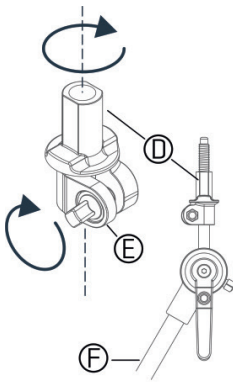

Figure 1
- 5 Pour garantir l'appui adéquat du support de cymbale (D), serrez la vis (E) comme sur la *Figure 1*.
- 6 Vissez le feutre et l'écrou papillon (A) sur le bras de la cymbale.